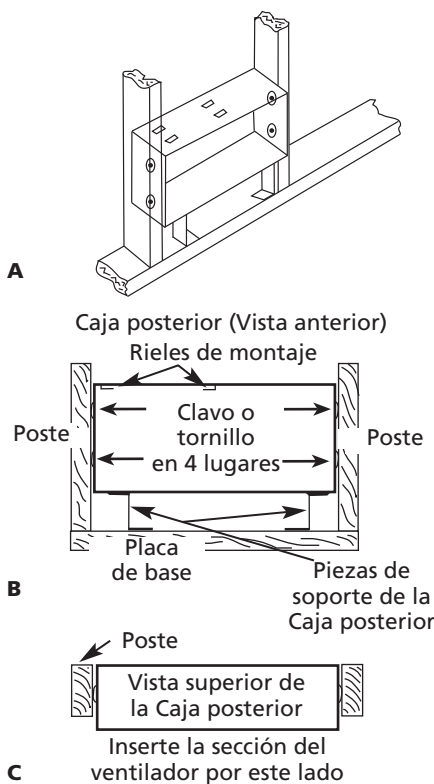
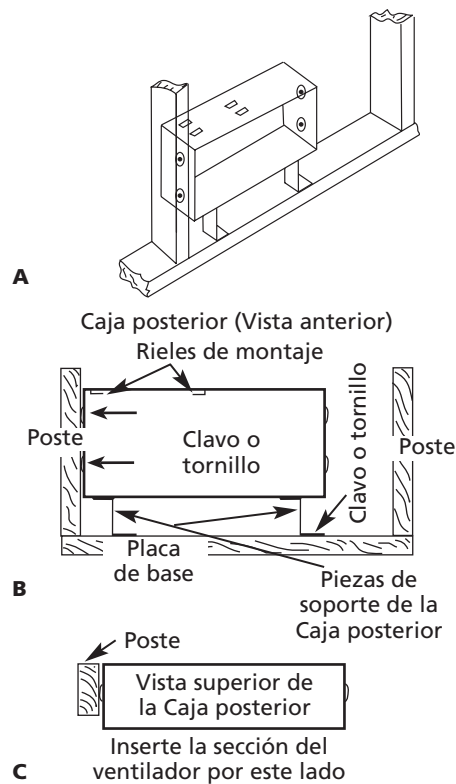

Figura 2
Figura 3
3. El suministro eléctrico deberá entrar a la caja posterior a través de los agujeros ciegos que están en el lado IZQUIERDO de la caja. No utilice los agujeros ciegos que están en el lado derecho de la caja (consulte la Figura 2). También vea la marca SUPERIOR en la caja posterior para obtener la orientación correcta.
- Los calentadores están diseñados para una instalación empotrada en paredes soportadas por postes estándar de 50 mm x 100 mm (2 x 4 pulg.) o más grandes, con la caja posterior montada como se muestra en la Figura 2, o bien la Figura 3.
(Refiérase a la Figura 2)
(Refiérase a la Figura 3)
**AVISO:** La Figura 3 muestra la caja posterior instalada con su lado izquierdo topado contra el poste. Para una caja con el lado derecho topado contra un poste, invierta las direcciones que se dan a continuación.